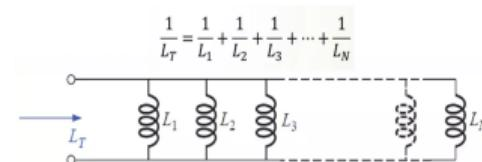

Figura 10: Inductancias en paralelo.
- **En paralelo**, la inductancia equivalente se obtiene como la inversa de la suma de las inversas de cada bobina (ver Figura 10).